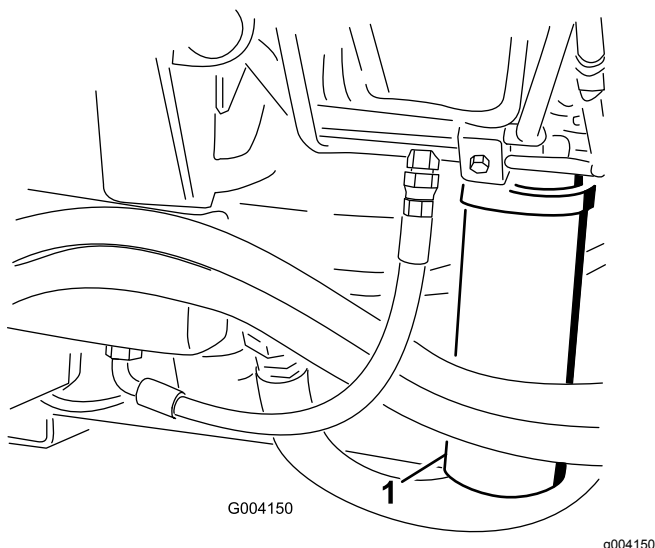

図 93
2. フィルタ取り付け部付近をきれいに拭い、下に容器を置く 図 92 と 図 93。